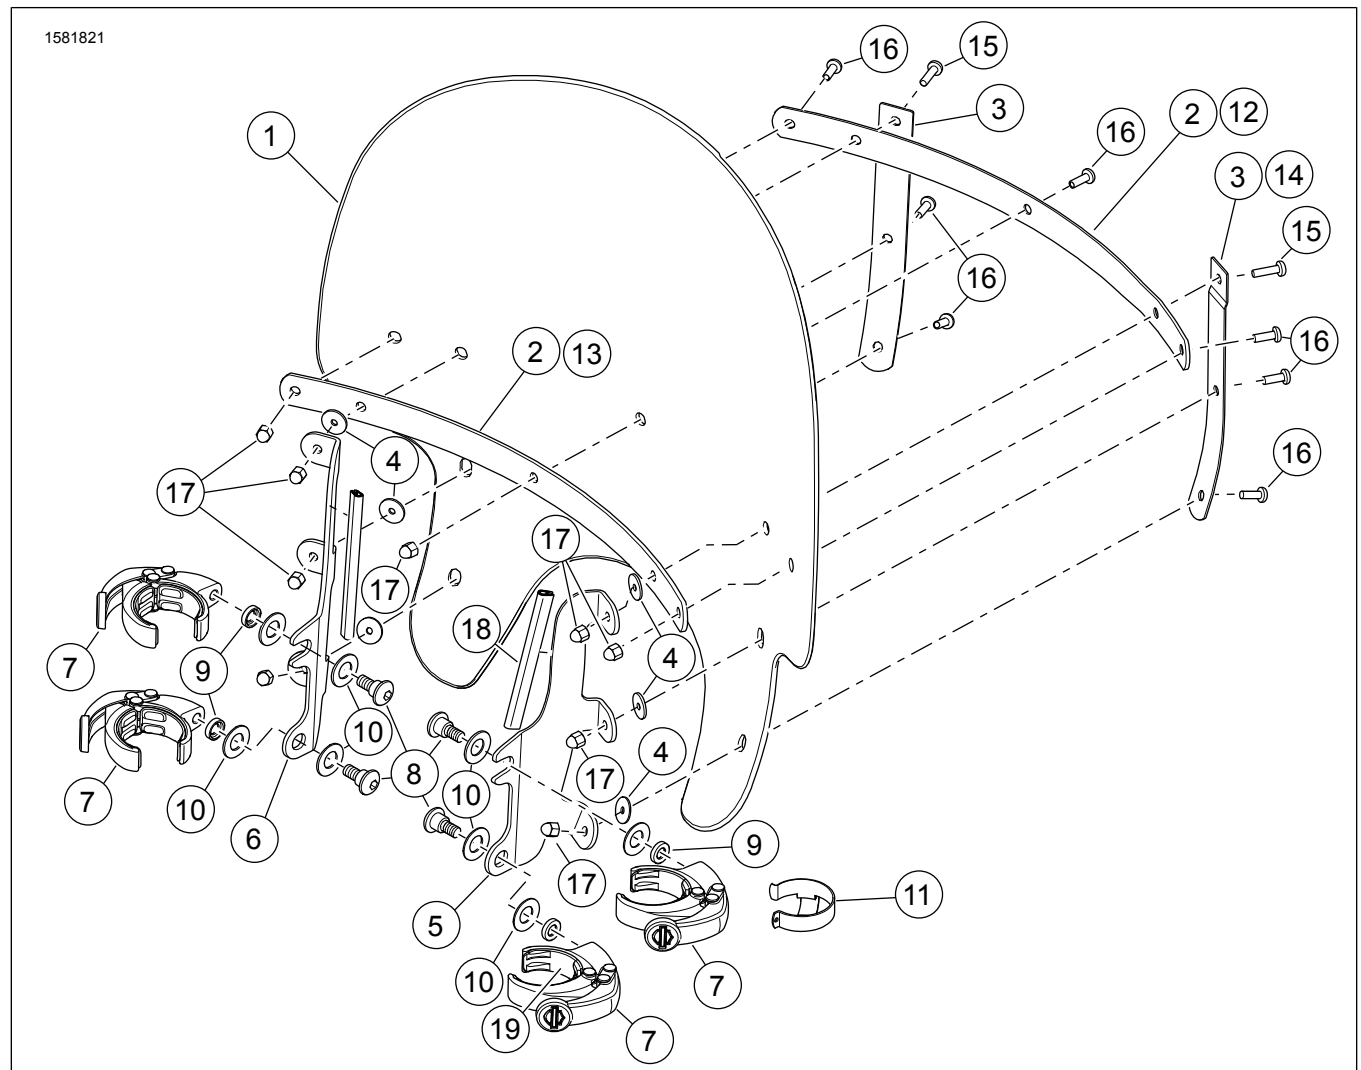

Abbildung 2. Ersatzteile: XL Windschutzscheibe mit Schnellverschluss
Siehe Abbildung 2 > und Tabelle 1 >.
4. Siehe Abbildung 2 >. Den Gaszugclip (11) um das rechte Tauchrohr legen und die Gaszüge durch die Öffnung der Führung verlegen.